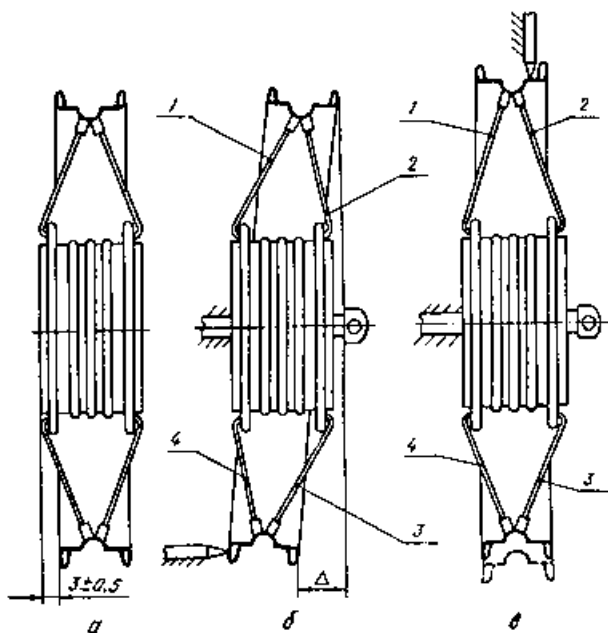

Рис. 4.14. Определение осевого и торцевого биений обода:
2. Осевое и радиальное биение обода колеса. Прежде всего определите величину осевого биения обода. Для этого колесо (без шины) установите на его ось, закрепленную в тисках через мягкие прокладки. К ободу подведите какой-либо предмет, например, карандаш (рис. 4.14, б), и медленно проворачивайте колесо.
Так же определите и радиальное биение обода, только в этом случае карандаш подводите в радиальном направлении (к посадочной полке обода, рис. 4.14, в). Помните, что осевое и радиальное биение бортовых закраин обода должно быть не более 1,5 мм, а у тяжелых мотоциклов - 2 мм.
Для устранения (или уменьшения) осевого биения необходимо отпустить nipples спиц, расположенные вблизи точки касания карандашом обода (рис. 4.14, б, группа спиц 4), а также диаметрально расположенные nipples в противоположном ряду (группа спиц 2). Соответ-
Чтобы устранить радиальное биение, отпустите nipples групп спиц 3 и 4 (рис. 4.14, в), на одинаковое количество оборотов заверните nipples спиц групп 1 и 2. Устраняйте биение колес в несколько приемов, постепенно отпуская одну группу спиц и подтягивая другую. Каждый раз определяйте наибольшее расстояние от обода до карандаша и доведите биение обода до минимально возможного. По завершении регулировок проверьте, одинаково ли натянуты спицы, также проверьте величину расстояния А (рис. 4.14, а). Для минских мотоциклов оно должно быть равным $3 \pm 0,5$ мм. Если из головок nipples выступают концы спиц, их следует спилить.